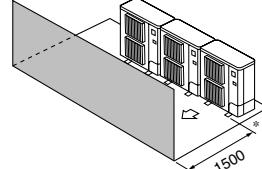

Fig. 2-10
③ Alleen obstakels aan de voorzijde (Fig. 2-10)